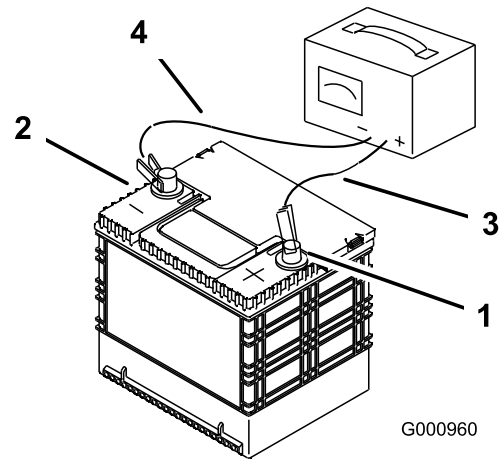

Figura 74
2. Cuando la batería esté completamente cargada, desconecte el cargador de la toma de electricidad, luego desconecte los cables del cargador de los bornes de la batería (Figura 74).